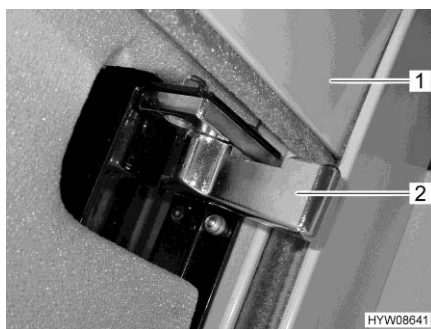

Fig. 35 Chiusura di sicurezza (oscurante a rullo)
- Premere e tenere premuto il pulsante basculante (Fig. 33,1 o Fig. 34,1) finché l'oscurante a rullo (Fig. 35,1) ha raggiunto la posizione più alta.
- Sui entrambi i lati, ruotare spingendo indietro (Fig. 35) la chiusura di sicurezza (Fig. 35,2).